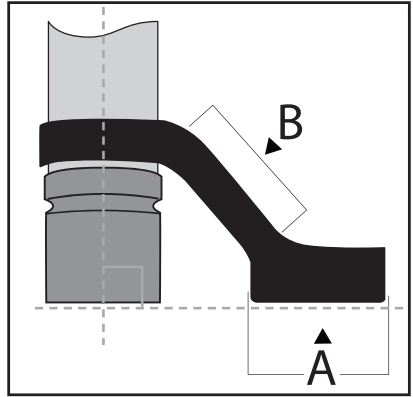

Figure 2
**Reaction bar must be properly installed and used to minimize hazards due to reaction torque.** See Figure 2. Loss of tool control and injury can result if reaction bar is not used.
- Torque reaction bar must be installed with the center of the reaction bar and nut (fastener) perpendicular to the center axis of the tool. See Figure 2.
- Only react torque on maximum surface of the reaction bar. See Figure 2, A.
- Do not react torque on other surfaces of the reaction bar. See Figure 2, B.
La barra de reacción debe instalarse y utilizarse correctamente para minimizar los peligros debidos al par de reacción. Consulte la ilustración 2. Si no utiliza la barra de reacción, podría perder el control de la herramienta y sufrir lesiones corporales.
- La barra de reacción de par debe instalarse con el centro de esta y la tuerca (elemento de sujeción) en perpendicular al eje central de la herramienta. Consulte la ilustración 2.
- Aplique el par de reacción únicamente en la superficie máxima de la barra de reacción. Consulte la ilustración 2, A.
- No aplique el par de reacción en otras superficies de la barra de reacción. Consulte la ilustración 2, B.
**La barre de réaction doit être correctement installée et utilisée afin de minimiser les risques engendrés par le couple de réaction.** Reportez-vous à la Figure 2. Ne pas utiliser la barre de réaction peut entraîner une perte de contrôle de l'outil et des blessures.
- Lors de l'installation, le centre de la barre de réaction et de l'écrou (dispositif de serrage) doit être perpendiculaire à l'axe de l'outil. Reportez-vous à la Figure 2.
- Appliquer la réaction de couple uniquement sur la surface maximale de la barre de réaction. Reportez-vous à la Figure 2, A.
- Ne jamais appliquer la réaction de couple sur les autres surfaces de la barre de réaction. Reportez-vous à la Figure 2, B.